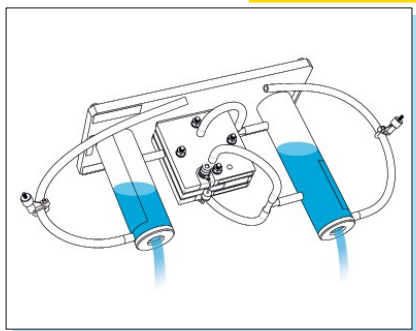

Fig. 5 : Vidange de l'eau
- Vidangez l'eau des réservoirs de stockage de gaz, comme indiqué dans la figure 5.
La figure 5 n'est qu'un exemple et s'applique aux deux modèles. Les étapes de travail sont identiques.